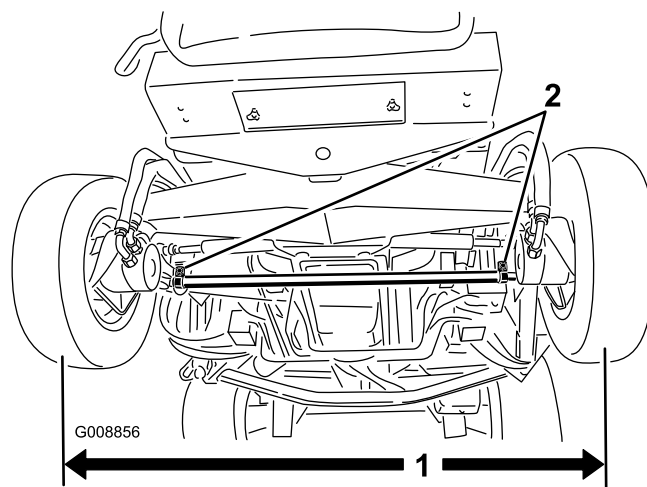

Рисунок 77
1. Измерьте межцентровое расстояние (на высоте моста) на передней и задней стороне рулевых колес (Рисунок 77). Результат переднего измерения должен быть на 3 мм меньше результата заднего измерения.
2. Для регулировки ослабьте зажимы на обоих концах поперечных тяг (Рисунок 77).